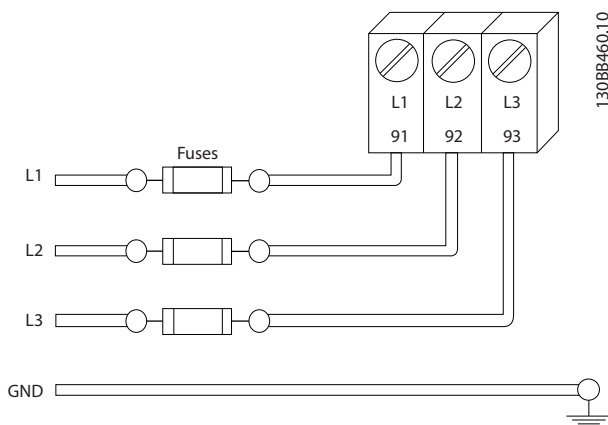

Ilustración 2.4 Fusibles del convertidor de frecuencia
- Todos los convertidores de frecuencia deben contar con protección contra cortocircuitos y sobreintensidad. Se necesitan fusibles de entrada para proporcionar esta protección. Consulte *Ilustración 2.4*. Si no vienen instalados de fábrica, los fusibles deben ser suministrados por el instalador como parte de la instalación. Véanse los valores nominales máximos de los fusibles en *10.3.1 Protección*.
- Todos los convertidores de frecuencia deben contar con protección contra cortocircuitos y sobrecorriente. Se necesitan fusibles de entrada para proporcionar esta protección. Consulte *Ilustración 2.4*. Si no vienen instalados de fábrica, los fusibles deben ser suministrados por el instalador como parte de la instalación. Véanse los valores nominales máximos de los fusibles en *10.3.1 Protección*.